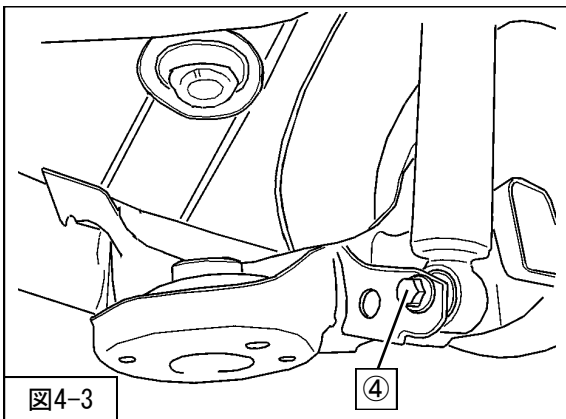

図4-3
④リアショックアブソーバASSYロア取付ナットを仮締めしてください。（図4-3）